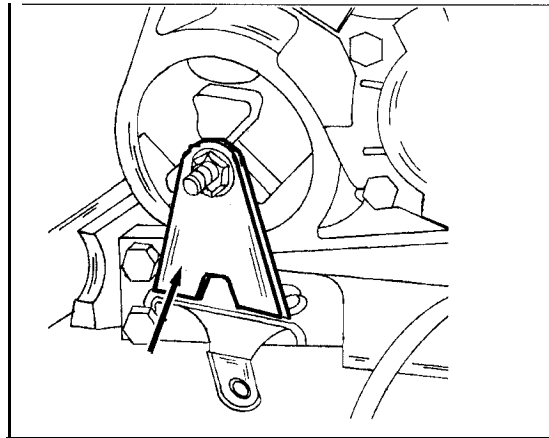

Bild 258
- Motor und Getriebe mit geeigneten Ketten oder Seilen an einen geeigneten Flaschenzug oder Handkran aufhängen und die in Bild 258 gezeigte Getriebeaufhängung ausbauen.